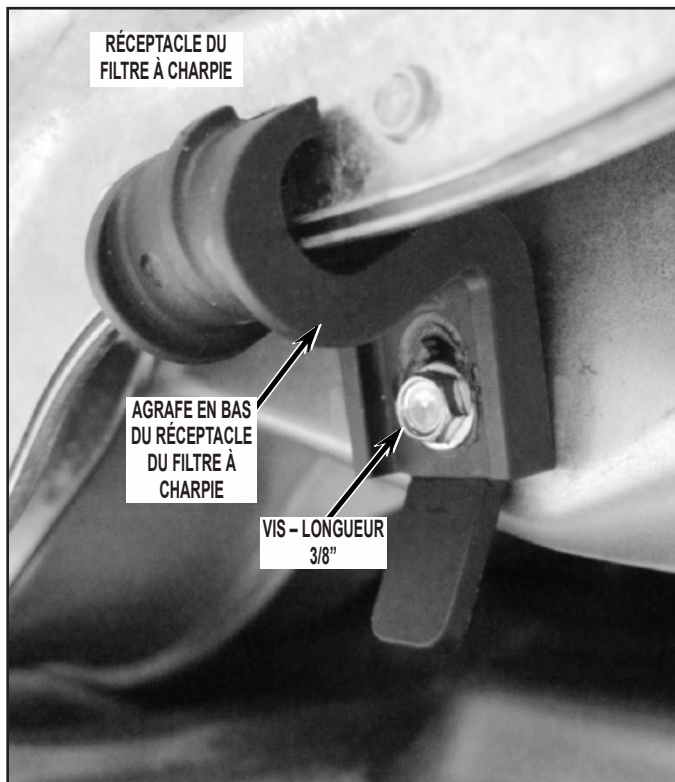

FIGURE 38
8. Lors de la réinstallation du réceptacle du filtre à charpie avec ses vis sur le logement du ventilateur (voir la *Figure 11*), vérifier que l'agrafe inférieure en plastique du réceptacle du filtre à charpie pince et accroche correctement le réceptacle; voir la *Figure 38*.